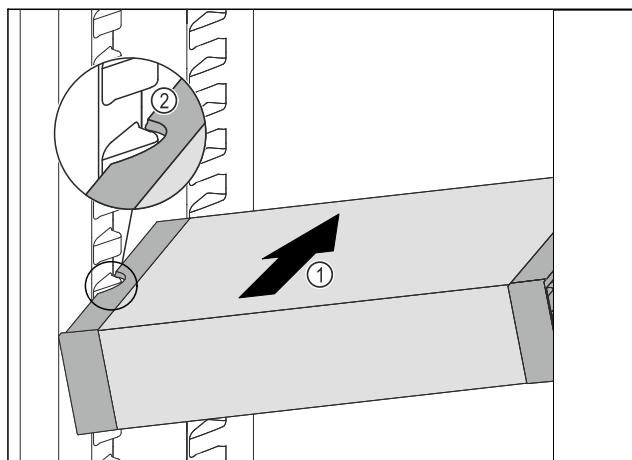

Fig. 63
- Вкарайте VarioSafe под ъгъл в хладилната част Fig. 63 (1), докато страничните прорези Fig. 63 (2) на VarioSafe се намират на височината на реброто на съда в хладилната част.